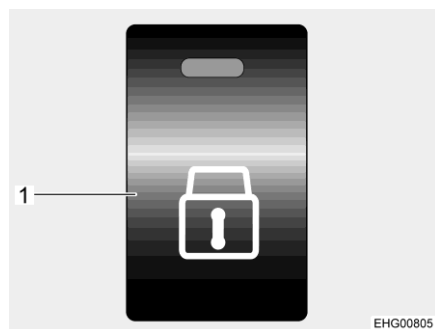

Fig. 54 Interrupteur du verrouillage centralisé
- Déverrouiller :** ■ Appuyer sur la touche (Fig. 54,1). Les serrures de porte sont déverrouillées.
- Verrouiller :** ■ Appuyer sur la touche (Fig. 54,1). Les serrures de porte sont verrouillées. Le voyant de contrôle à l'intérieur de la touche est allumé.